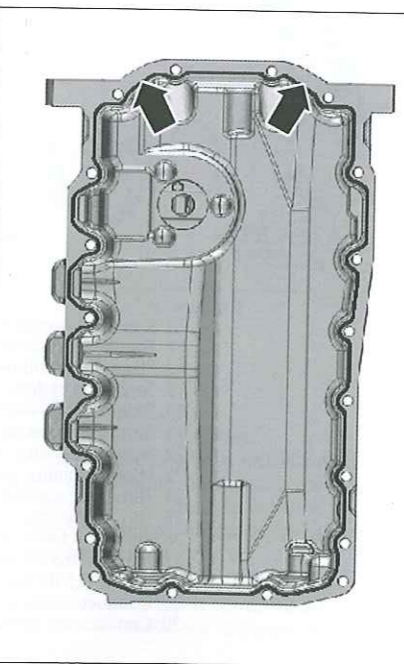

Fig. 17
- aplicar sobre el plano de junta del cárter de aceite un cordón de pasta de estanqueidad apropiada de un ancho de 2 a 3 mm y rodeando el interior de los diámetros interiores de sus tornillos de fijación (Fig.17).